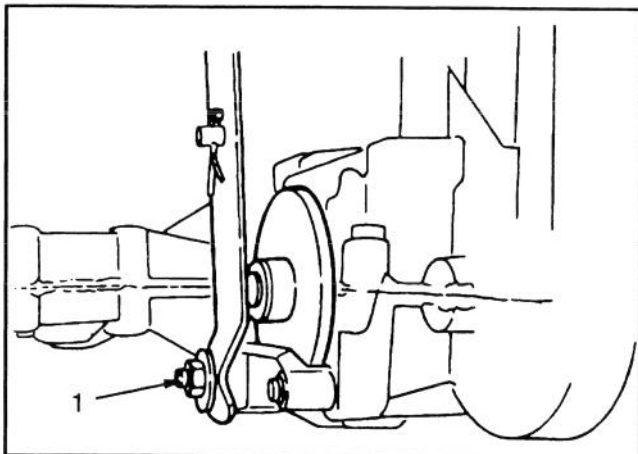

Figure 29
3. Serrer le contre-écrou d'environ 1/4 de tour dans le sens des aiguilles d'une montre (Fig. 29).